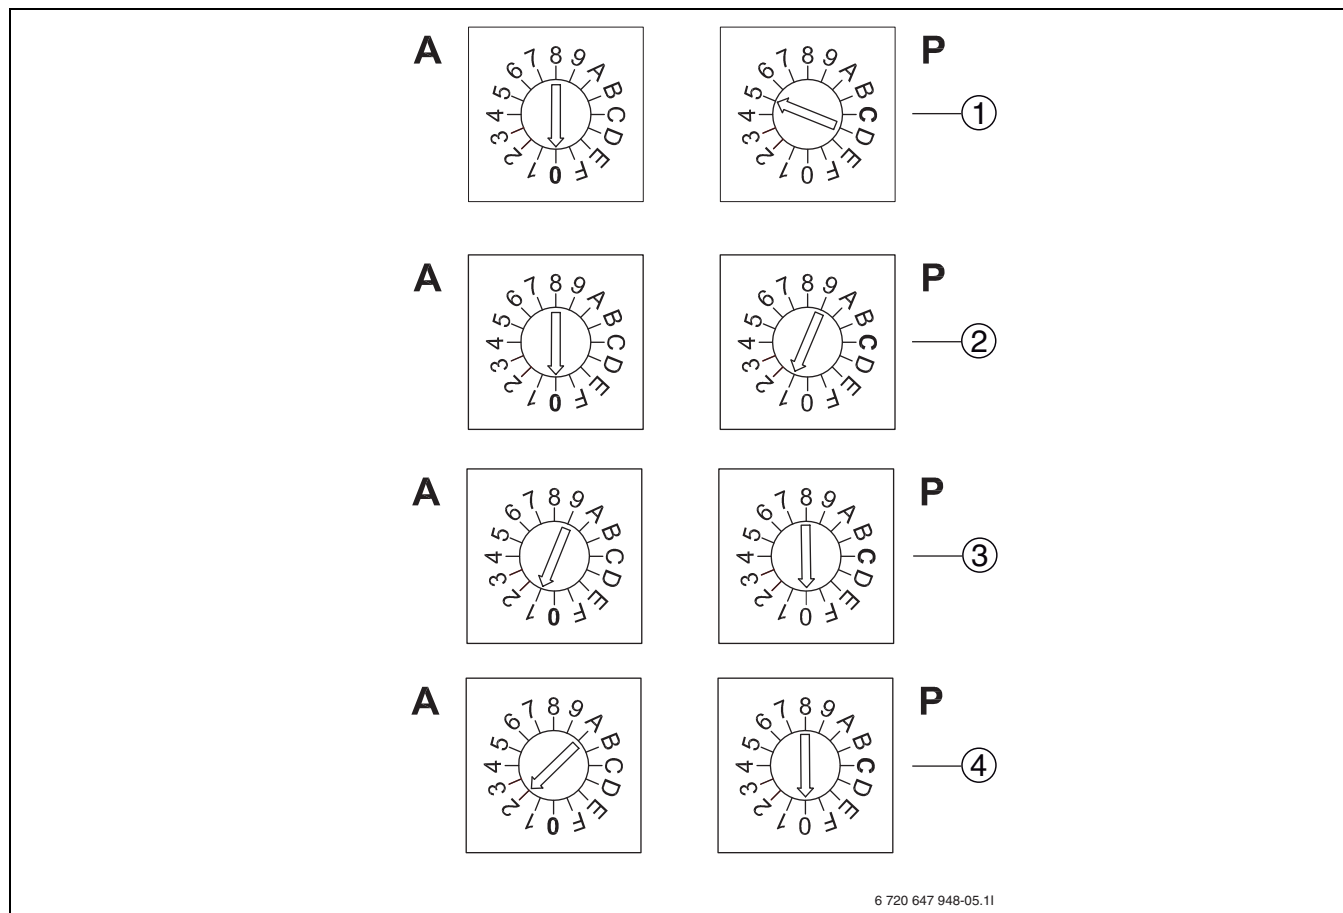

Bild 15 Adress- och programval, IOB-B kort
- ▶ Ställ in rätt adress- och programval på IOB-B kortet i multimodulen enligt önskad funktionalitet (→ Bild 15).